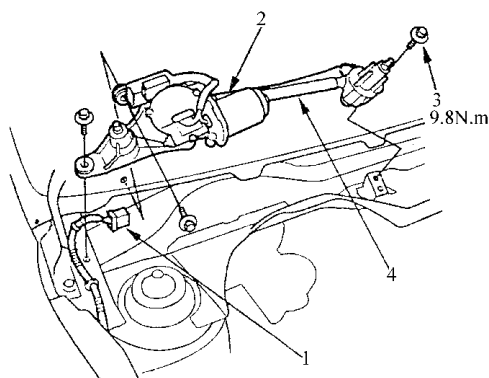

图 12-105 拆卸 5P 插接器
2) 如图 12-105 所示，从刮水器电动机上断开 5P 插接器。拆卸 3 个固定螺栓，即可取下刮水器联动装